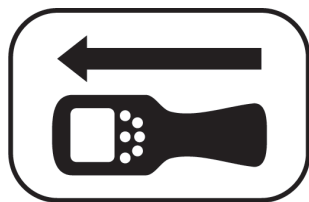

Fig. 31: Etiqueta en la sonda de tensión de paso
Una etiqueta en la parte superior de la sonda de tensión de paso muestra la orientación necesaria de la sonda de tensión de paso y del receptor durante la localización (fig. 31).
- Oriente correctamente la sonda de tensión de paso y el receptor con ayuda de la etiqueta (fig. 31).
- Observe en todo momento la orientación de la sonda de tensión de paso y el receptor conforme a lo indicado en la etiqueta (fig. 31).